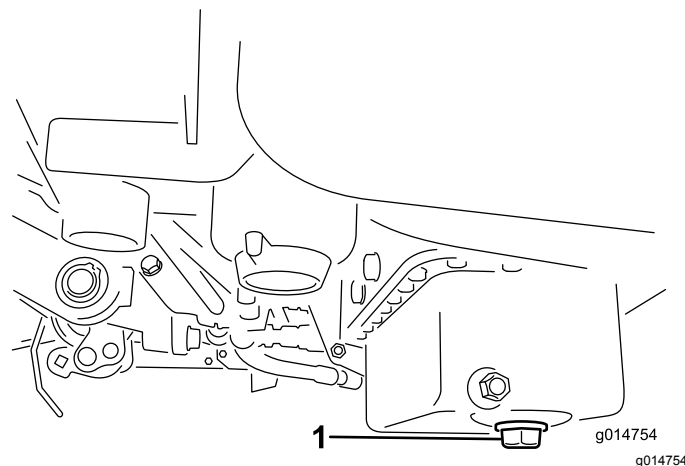

Figura 43
1. Togliete il tappo di spurgo e lasciate defluire l'olio in una bacinella. Quando l'olio cessa di defluire, rimontate il tappo (Figura 43).